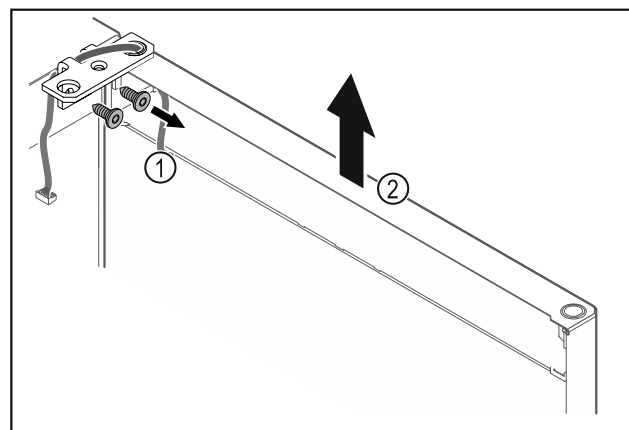

Fig. 27
- Lironi vidat e profilit të menteshës Fig. 27 (1).
- Ngrini drejt lart derën së bashku me profilin e menteshës Fig. 27 (2) rreth 200 mm dhe hiqeni.